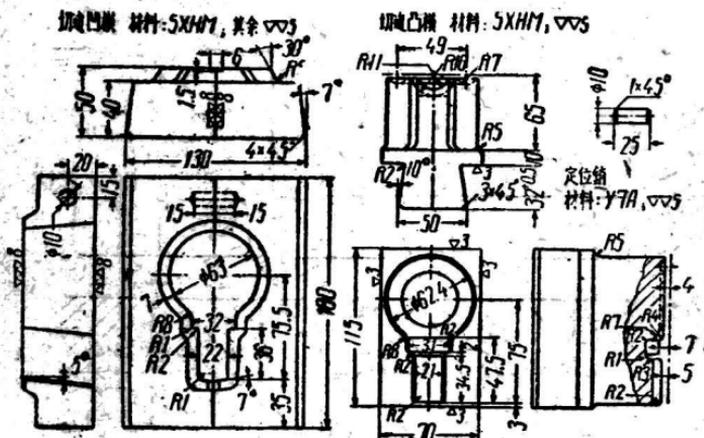

图 3
3. 切边模 图3是切除锻件飞边用的切边模。根据具体情况，或者用热切法，或者用冷切法。如果用热切法，切边模凹模尺寸按锻模尺寸设计；用冷切法，凹模尺寸按锻件图尺寸设计。切边模凸模按锻件形状设计，并且把飞边周围尺寸缩小，用它同凹模单边留0.5公厘的间隙。一副切边模可以锻10000件。